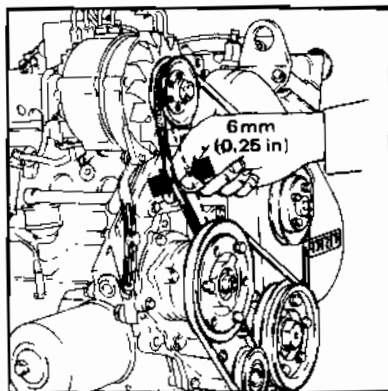

Fig. 10 Justering av viftemmens strekk
2. Flytt vekselstrømsdynamoen eller dynamoen slik at remstrekket justeres. Strekket er riktig når det er mulig å bevege remmen 6 mm (0,25 in) når De trykker mot eller trekker remmen på et punkt som ligger midt mellom vekselstrømsdynamoen/dynamoen og veivakselens remskive, se fig. 10.